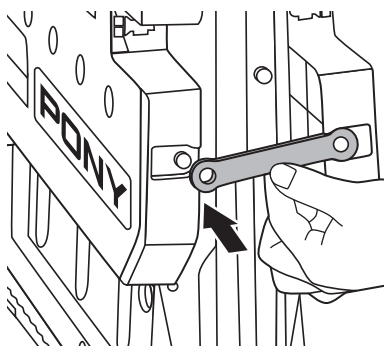

Figura 16
3. Utilice las correas de seguridad para fijar la mesa en ambos lados. (Figura 16)